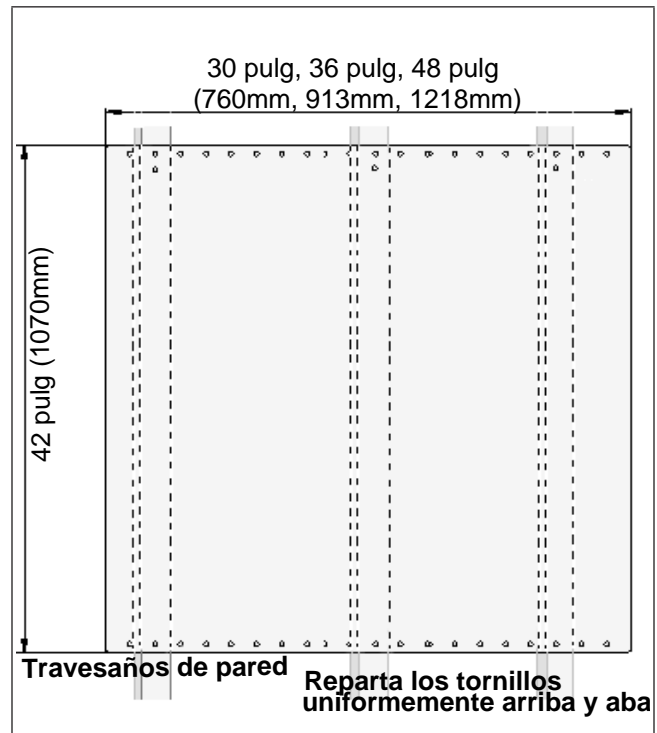

FIGURA 1: INSTALACIÓN DE LA CONSOLA TRASERA
3. Utilice dos de los tornillos proporcionados para fijar las partes inferior y superior de la consola trasera de protección a cada travesaño de pared (vea la Figura 1).